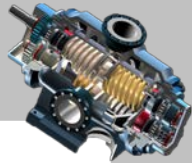

图 6.2.6 “文本样式”对话框
(1) 单击 **样式** 按钮右侧的 按钮，此时系统弹出图 6.2.6 所示的“文本样式”对话框，然后将上一步输入的文本“设计”选中。
(2) 在 **字符** 区域中取消选中 ☐ 默认 复选框，然后在 **字体** 下拉列表中选择 **font\_chinese\_cn** 选项。
(3) 在 **高度** 文本框后取消选中 ☐ 默认 复选框，在文本框中输入文本高度值 5。